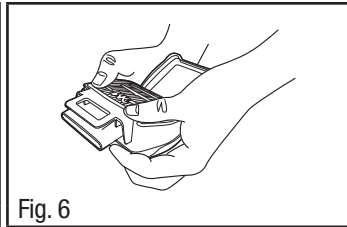

Fig. 6
2. Aligner la moitié la plus grande du dispositif avec l'arrière (côté plat) de la cartouche. À l'aide de vos deux mains, presser le dispositif de retenue contre la cartouche, en s'assurant d'appuyer sur les quatre coins de la cartouche et du dispositif de retenue de filtre (Fig. 6). Le dispositif de retenue de filtre comporte des indicateurs de point de contact sur chaque coin. L'utilisateur devrait entendre le dispositif de retenue s'enclencher.